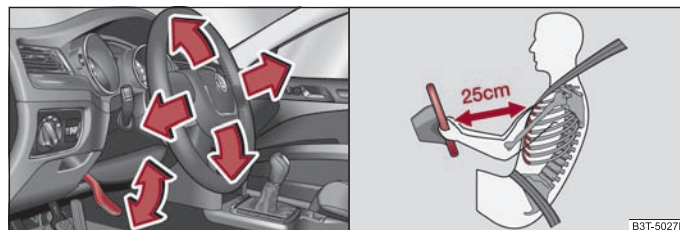

Fig. 3 Volan reglabil: Maneta de la coloana volanului / distanța corectă dintre șofer și volan
- Îndreptați maneta de sub volan, în jos ⇒ fig. 3 - stânga.
- Reglați astfel scaunul șoferului încât distanța dintre volan și torace să fie de cel puțin 25 cm ⇒ fig. 3 - dreapta. Dacă nu se respectă această distanță, sistemul airbag nu își poate exercita eficiența maximă – Pericol!